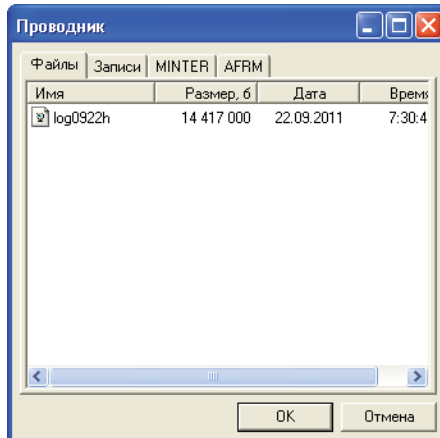

Рис. 5-6. Окно “Проводник”
В диалоговом окне **Проводник** отображены все файлы с “сырыми” данными, хранящиеся в памяти приемника (Рис. 5-6).
2. В главном окне программы нажмите  . В окне *Проводник* отображены все файлы, хранящиеся в памяти приемника (Рис. 5-6).